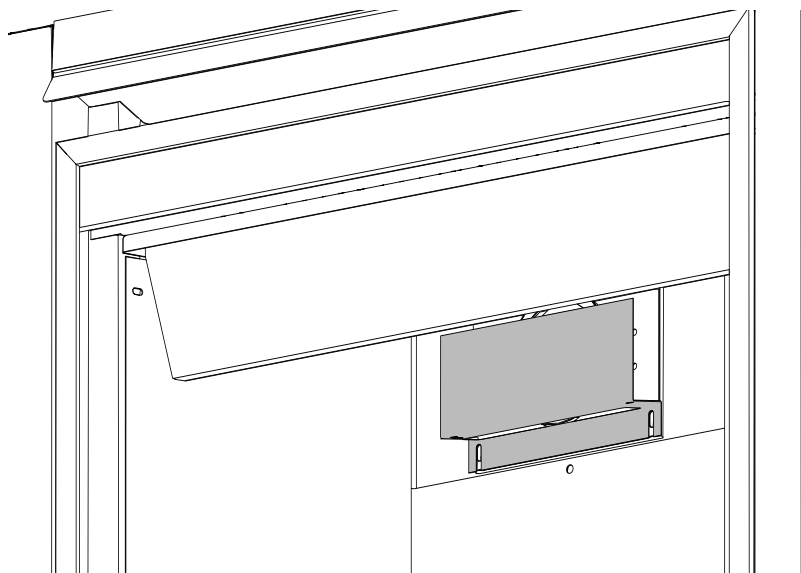

Fig. 1
- B.** Desserrez les deux vis servant à fixer la plaque d'évacuation, installez le déflecteur en glissant les ouvertures en forme de fentes derrière les têtes de vis, puis resserrez les vis (**Fig. 1**).